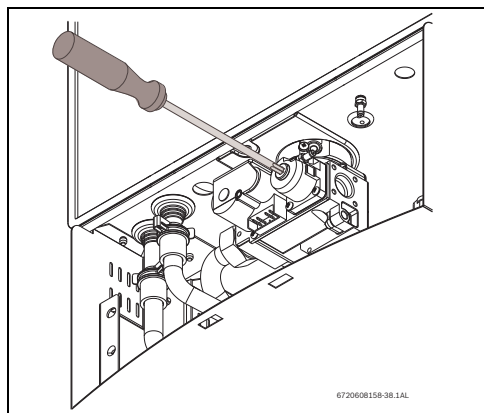

Рис. 45 Регулировка уровня P2 CO₂
- Установите на место защитную утепленную крышку, Рис. 45 .